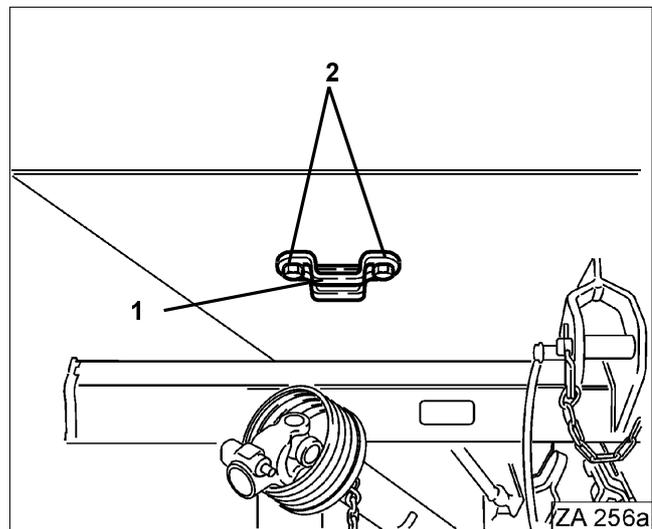

Fig. 60
- Zwei Löcher (\varnothing 12 mm) für die Befestigungsschrauben (Fig. 60/1) an beliebiger Stelle bohren.
- Halter (Fig. 60/2) mit Befestigungsschrauben (Fig. 60/1) montieren.